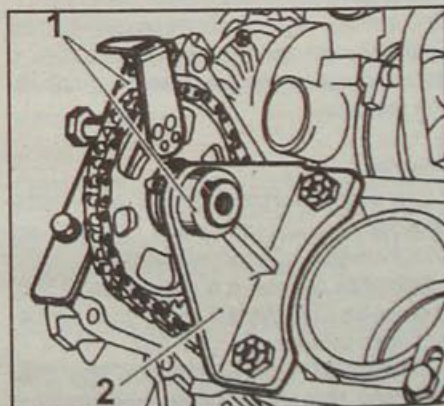

Рис. 2.22. Фиксация звездочки распределительного вала приспособлением Mot. 589:
- В случаях, когда необходимо вращать коленчатый вал при снятой головке цилиндров, например, при замене цилиндропоршневой группы для сохранения установки фаз газораспределения, используйте специальный кронштейн Mot. 589 и привинтите его болтами к передней крышке (рис. 2.22).